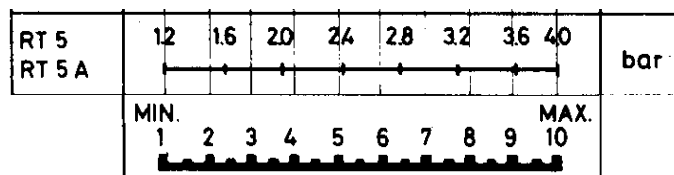

Fig. 4
- Rotiti butonul (1) pana cand indicatorul scarii (2) se pozitioneaza la valoare presiuni la care se doreste repornirea arzatorului;
- Demontati capacul presostatului si pozitionati tamburul (3) la valoarea aleasa pentru diferential (oprirea arzatorului) in baza diagramei din Fig. 4.